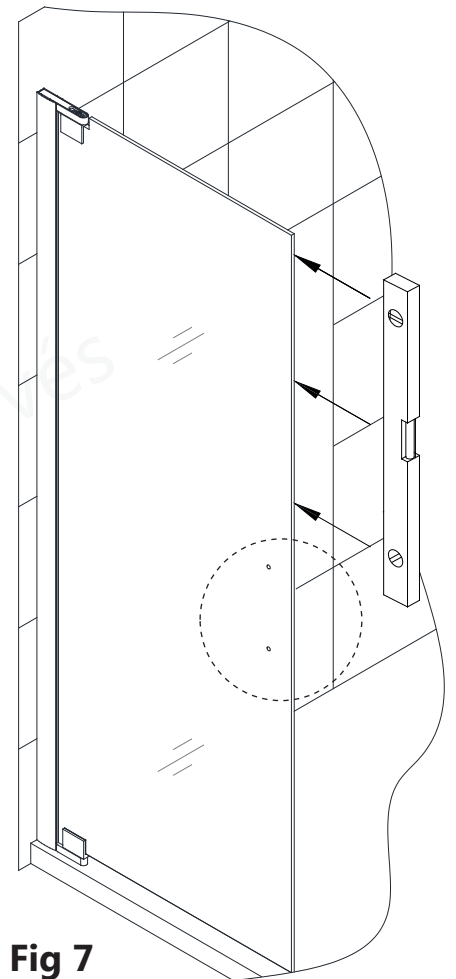

Fig 7
7. Fixez la **Poignée *(N° 06 ou N° 06-LS)** sur la **Porte Vitrée (N° 03)**. (Fig 7)